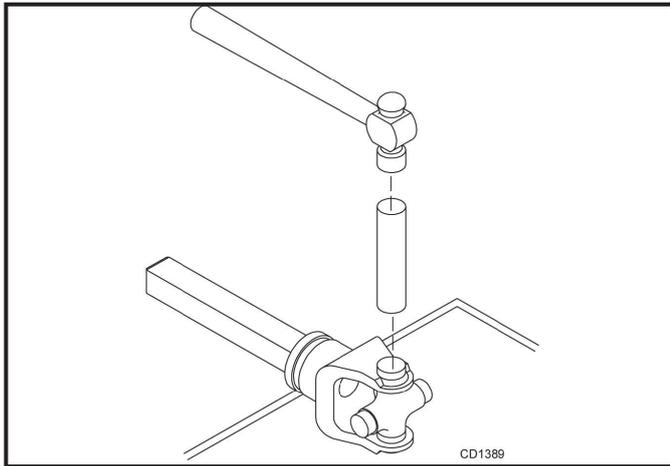

Figura 31. Instalação das tampas
3. Assente as tampas colocando um guia ou uma chave soquete (ligeiramente menor que a tampa) e batendo nela com um martelo. Veja a Figura 31. Instale o anel elástico e repita no lado oposto.